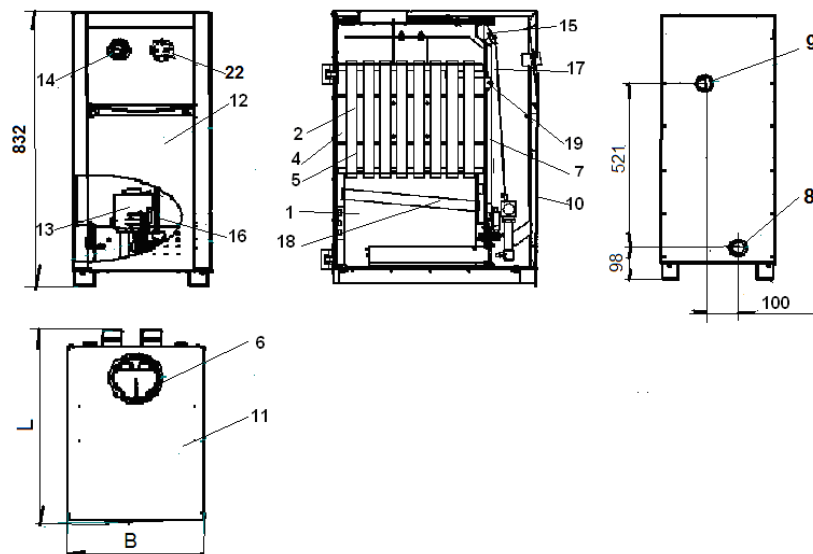

Рис.1 Котлы KC-Г -12S-N/16S-N/20S-N/24S-N
5.2.2 Котлы КС-Г ... N(рис.1, 2) состоят из прямоугольной топки **1** с дымогарными трубами **2**. Вокруг топки имеется водяная рубашка **4**. Дымогарные трубы **2**, выходящие из топки, проходят через водяную полость котла к дымоходу **6**. В дымогарных трубах **2** расположены турбулизаторы **5** для дополнительного отбора тепла и увеличения КПД.
Остальное см. рис.1.
На фронтальной щитке УГ имеется смотровое отверстие, закрываемое заслонкой, через которое осуществляется наблюдение за процессом горения. Автоматика безопасности: датчик тяги 15 рис.1 (на дымоходе котла) и термопара 4 предназначены для прекращения подачи газа к основной и к пилотной (запальной) горелке 2 при отсутствии тяги в дымоходе, при прекращении подачи газа или погасании пилотной (запальной) горелки.
1 – ручка управления; **2** – регулятор давления с помощью винта с колпачком; **3** – устройство настройки расхода газа запальной горелки; **4** – клапан запуска (включения); **22 (рис.1,2)**– термостат с термобаллоном (крепится на верхней панели котла)
Термостат **22 (рис.1,2)** перед включением основной горелки должен быть выставлен на отметку **0**. Выставить ручку термостата **22** (на верхней панели котла) на необходимую температуру теплоносителя.